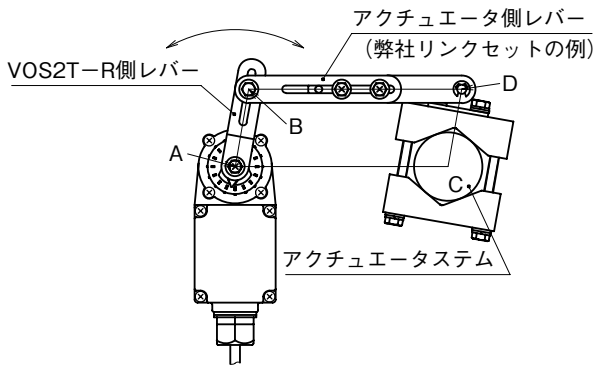

図2 VOS2T - R 取付例(1)
VOS2T - Rの出力信号の精度はアクチュエータとの機械的取付位置関係により、大きく左右されます。図2において、VOS2T - Rのシャフト中心からアクチュエータの回転中心までの距離(A - C)とアクチュエータ側レバーの長さ(B - D)が等しくなるようVOS2T - Rを取付けて下さい。なお、VOLKをご利用の場合は、アクチュエータ側レバーの長さを調整できます。調整の項を参照して下さい。
- ①結線の項に従って、あらかじめ結線を行って下さい。このとき各トリマを調整せず、出荷状態を保って下さい。また、作動方向設定ジャンパも出荷時の状態(正作動)を保って下さい。
- ②レバーを用いてリンクする場合は、VOS2T - R 側レバーの座金付ナットを緩め、図 2 のように A - B 間と C - D 間の長さが等しくなるように連結ピン(または段付ボルト)の位置をセットして下さい。セット完了後、座金付ナットを締付けて下さい。
- ③レバーと VOLK を組合わせてご利用の場合、VOLK のレバー締結ボルトを緩め、A - C 間と B - D 間の長さを等しく(□ABDC が平行四辺形または長方形)なるよう、レバーの長さを調整して下さい。調整完了後は、ボルトを締付けて下さい。お客様で用意されたレバーが調整可能な場合も、同様に調整して下さい。
- ④アクチュエータの位置を 50 % にしたとき、VOS2T - R の出力がほぼ 12 mA になるように VOS2T - R のシャフト角度を調整します。シャフト角度の調整は、スパナ(7 mm)かインジケータを手で回すなどの方法で行って下さい。レバーを用いてリンクさせる場合は、この状態でレバー取付ねじを増締めして下さい。(締付トルク 2.4 ~ 3.1 N・m)レバーを用いない場合は、同様の状態でカップリングを固定して下さい。
- ⑤必要に応じて、インジケータ取付ねじ(M 2.6 止めねじ)をいったん緩め、インジケータを見やすい角度に調整して下さい。調整完了後、取付ねじを再度締めて下さい。